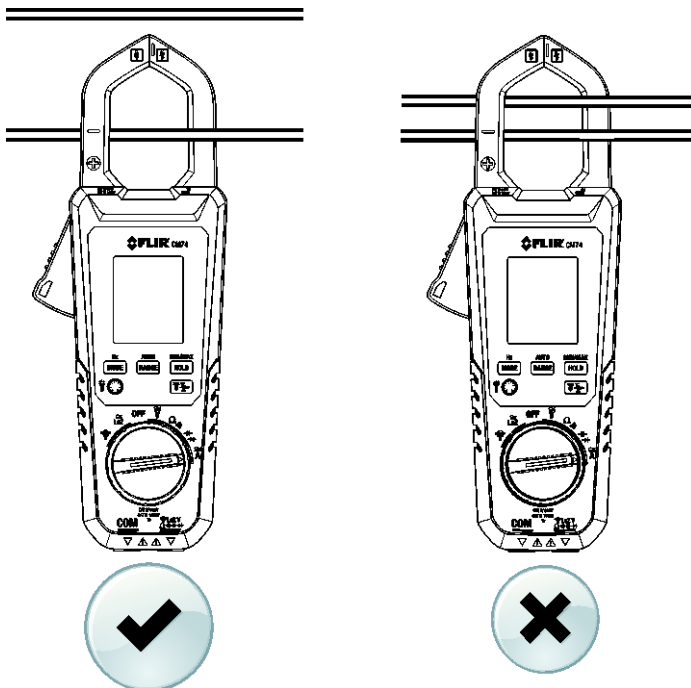

Abb. 5.2 Korrekte und falsche Einrichtung
Bei der Messung von Strom mit Hilfe der Messzangen darf nur ein Leiter mit den Messzangen umschlossen werden, siehe Abbildung 5.2.
5. Drücken Sie den Öffnungshebel zum Öffnen der Messzangen. Umgreifen Sie vollständig einen der Leiter—Beachten Sie Abb. 5.2. Für optimale Resultate sollte sich das Kabel in der Mitte der Messzangen befinden.